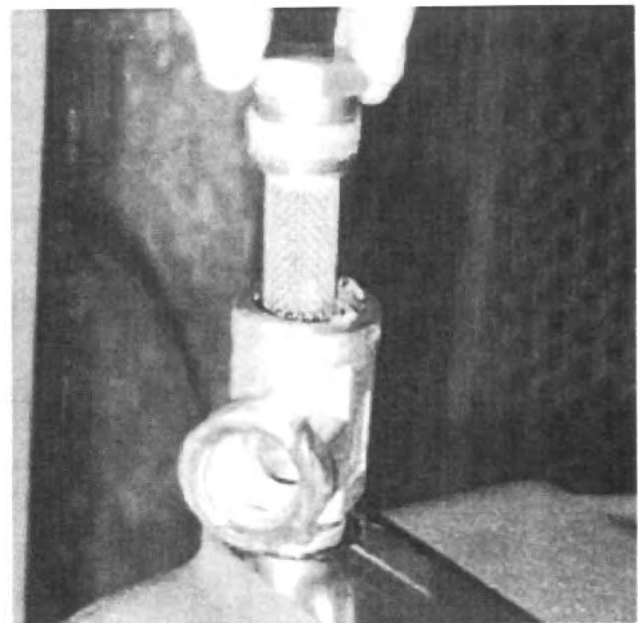

Fig. 4
6. If so equipped, remove oil strainer. See Fig. 4.